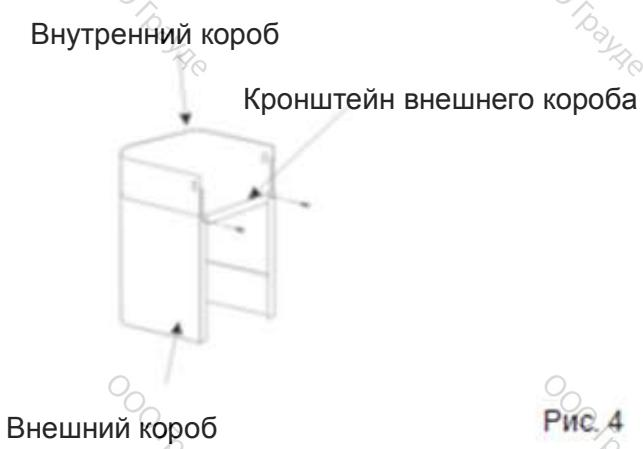
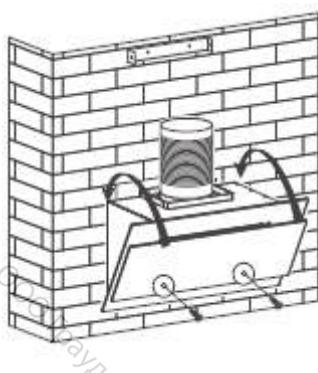

Рис. 4
Рис. 5
6. Установите кронштейн внешнего короба на свое место, убедитесь, что воздуховод может свободно изгибаться внутри. См. рис. 4.
- Способ 1. Вручную или с помощью инструмента отожмите ушки с обеих сторон блока подсветки, пока блок не отожмется наружу. См. рис. 3. Затем слегка вытащите провод. См. рис. 4.
- Способ 2. Подденьте плоской отверткой блок подсветки, см. рис. 5, затем слегка вытащите провод, см. рис. 4.